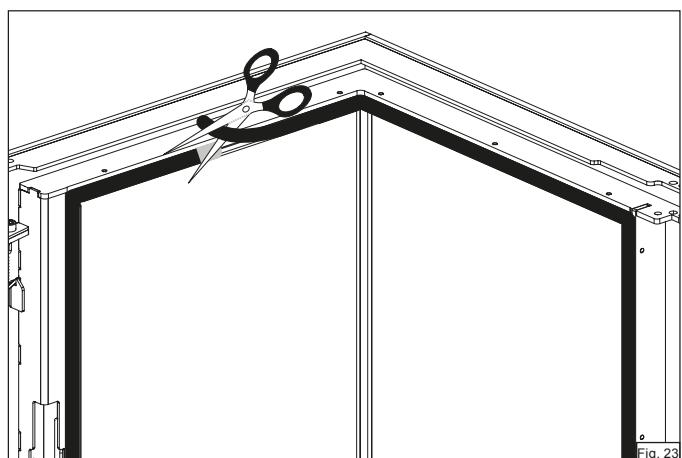

Fig. 20
- ▶ Enveloppez le nouveau joint avec le ruban de cuivre d'un côté sur une longueur d'environ 3 cm (Fig. 20).
- ▶ Enveloppez également l'extrémité avec du ruban de cuivre (Fig. 20) et appuyez sur le joint dans le guide (Fig. 24).